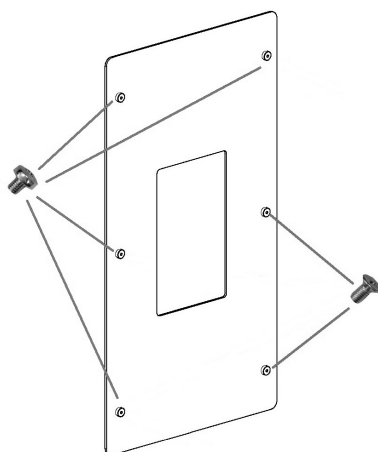

Fig. 45 - Visser les vis
- Visser les vis sur les douilles présentes sur le verre: 4 vis avec tête ronde et 2 vis avec tête plate (voir **Fig. 45**).